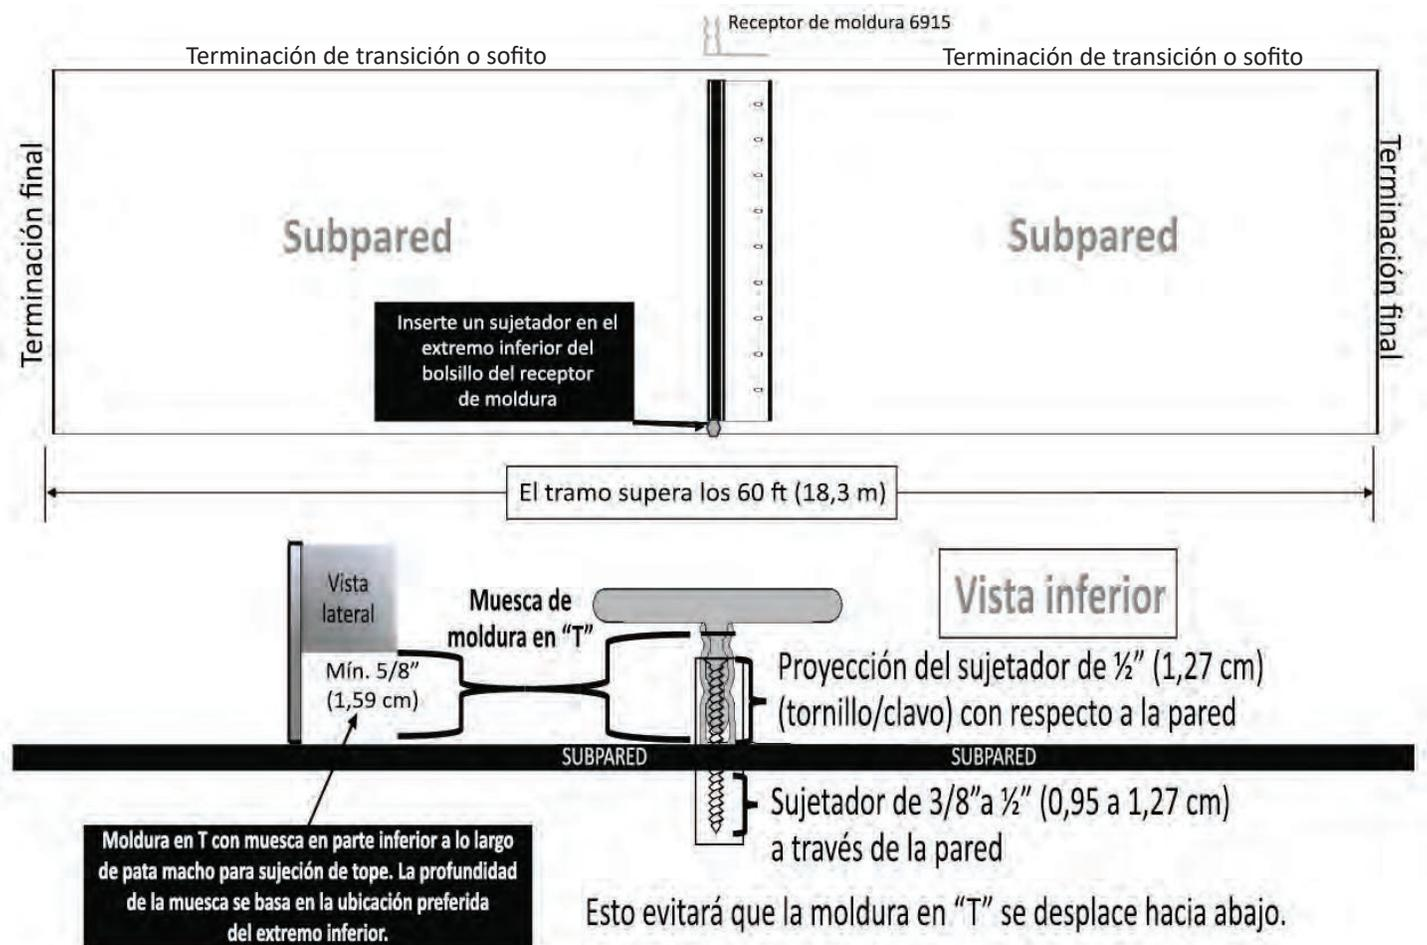

Figura 2
4. Instale la última pieza o tramo de revestimiento según las instrucciones de instalación. Utilice las abrazaderas de costura requeridas en los tramos que superan los 12' (3,66 m). No es necesario clavar de cara; los sujetadores del panel se conectarán en la parte superior del panel. (Figura 2)
2. Ubique el receptor de moldura 6915 cerca del centro de la pared, escuadre y fíjelo (Figura 2).